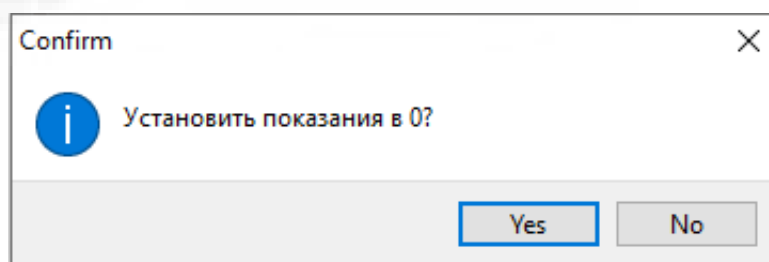

Рисунок 13 – Окно подтверждения установки нуля
- 2) В командном поле нажать кнопку «Уст.0», после чего на экране появится окно подтверждения действия (рисунок 13);